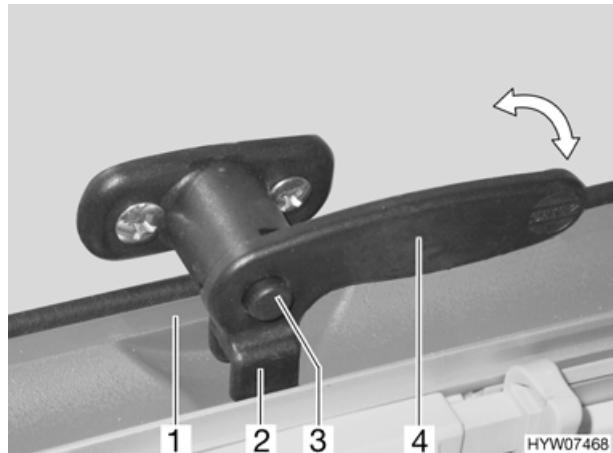

Fig. 19 Finestra apribile, maniglia chiusa
- Premere il bottone di sicurezza (Fig. 19,3) e mantenerlo premuto.
- Posizionare la maniglia della finestra (Fig. 19,4) in verticale o ruotarla di un quarto di giro verso il centro della finestra.
- Posizionare la maniglia della finestra (Fig. 19,4) in orizzontale o ruotarla di un quarto di giro verso il telaio della finestra. La forchetta (Fig. 19,2) della maniglia della finestra si trova completamente sul lato interno della chiusura della finestra (Fig. 19,1).